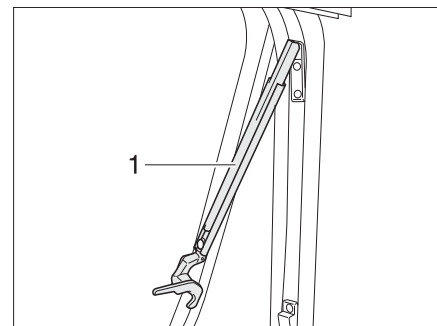

Fig. 9 Finestra apribile con deflettori automatici, aperta
- Aprire la finestra apribile fino al punto di arresto desiderato. Il deflettore automatico (Fig. 9,1) si innesta automaticamente in posizione.